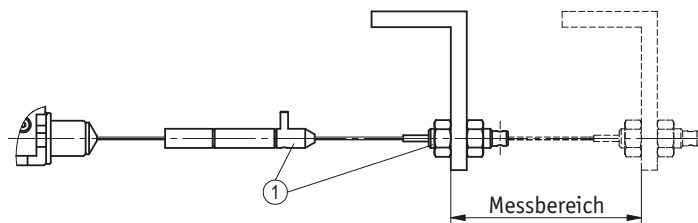
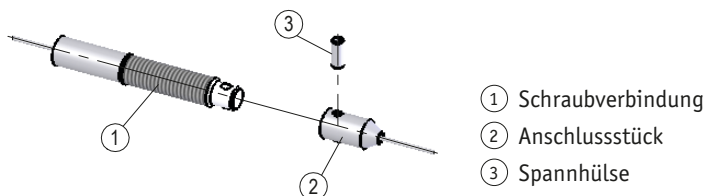

Abb. 16: Messbereich Seilverlängerung
Abb. 17: Seilverlängerung
8.1 Seilverlängerung (Abb. 16, Abb. 17)
Eine Seilverlängerung vergrößert den Messbereich nicht (siehe Abb. 16).
Montage (Abb. 17)